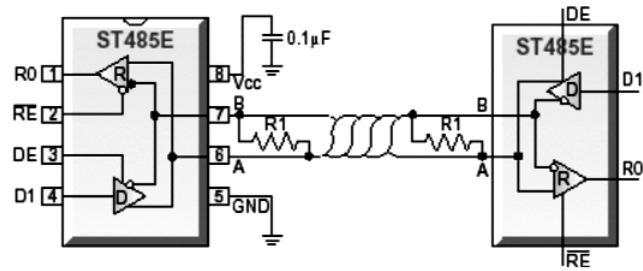

Рис.3
На **рис. 3** показана внутренняя структура ST485. Линейные выводы передатчика и приемника объединены, т.е. двунаправленная связь фактически может быть только полудуплексной. Управление через выводы RE и DE осуществляется для доступа к приемнику или передатчику соответственно, во многих приложениях оно совместное. Передатчик имеет вход TTL при дифференциальном выходе. Дифференциальный вход приемника внутренне связан с выходом передатчика.
• При передаче данных по витой паре нахождение сигнала в линии влияет много факторов, например импульсные помехи и наведенные токи. При дифференциальной передаче те же самые факторы создают помехи на входах А и В (рис.3), так что различий здесь нет, но все синфазные составляющие помех на входе приемника при этом взаимно компенсируются.